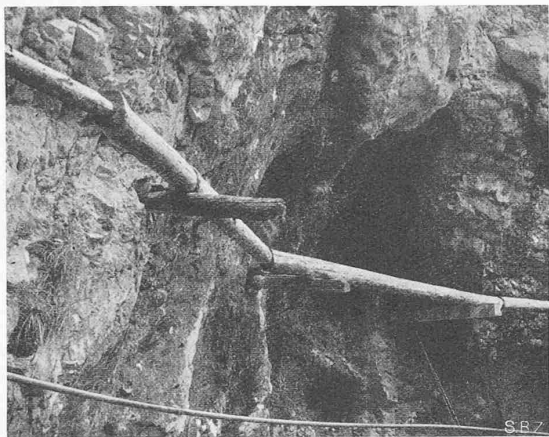
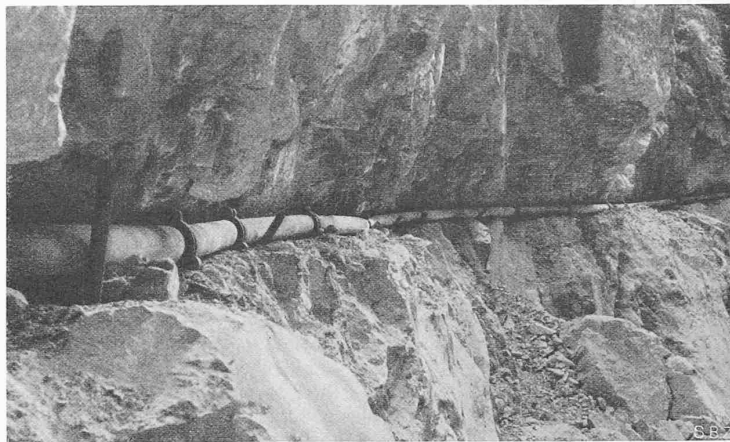

Abb. 14. Alte Holzrohrleitung zum Bad Weissenburg
Abb. 15. Neue Eternitrohr-Zuleitung des Mineralbades Weissenburg
**Eternit-Röhren.** Im Rohr-Leitungsbau ist es immer schwierig Bilder zu zeigen, weil die fertige Anlage im Boden vergraben nicht mehr sichtbar ist. Die Leitung für das Mineralwasser in *Weissenburg* macht eine seltene Ausnahme. Abb. 14 zeigt die alte Holzleitung, eigentlich ein recht kühnes und ehrwürdiges Bauwerk. Sie erforderte aber zu viel Unterhalt, ergab empfindliche Wasserverluste und wurde darum ersetzt durch eine Eternitleitung (Abb. 15), wobei zugleich das Tracé verbessert und in den Felsen hineinverlegt wurde. Es ist möglich jedes Eternitrohr in seiner Kupplung um 4° abzulenken, eine Eigenschaft, die hier besonders angenehm empfunden wurde. Ueber die Festigkeit und Widerstandskraft der Eternitrohre gegen Korrosion habe ich bereits gesprochen. Wir fabrizieren serienmässig die